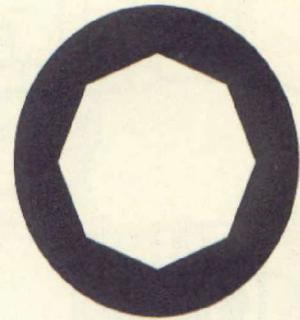

Fig. 42
e) Mit dem Drehknopf (3) wird die Öffnungsirisblende zur optischen Achse zentriert – der Drehknopf rastet in Mittelstellung ein.
f) Zentralblende mit Knopf (6) ausschalten – der Merkstrich am Knopf steht waagrecht.
h) Feldirisblende mit Stellstift (5) so weit schließen, daß sie im Gesichtsfeld sichtbar wird und dann wieder bis knapp über die Grenze des Gesichtsfeldes hinaus öffnen. Ein weiteres Öffnen verursacht Überstrahlung und Kontrastverlust des mikroskopischen Bildes.
i) Öffnungsirisblende mit Stellstift (2) so einstellen, daß das mikroskopische Bild möglichst klar und kontrastreich erscheint. Dies ist dann der Fall, wenn die Objektiv-Hinterlinse (mit Bertrandlinse betrachtet) zu etwa 2/3 ihres Durchmessers ausgeleuchtet wird, siehe Fig. 42.